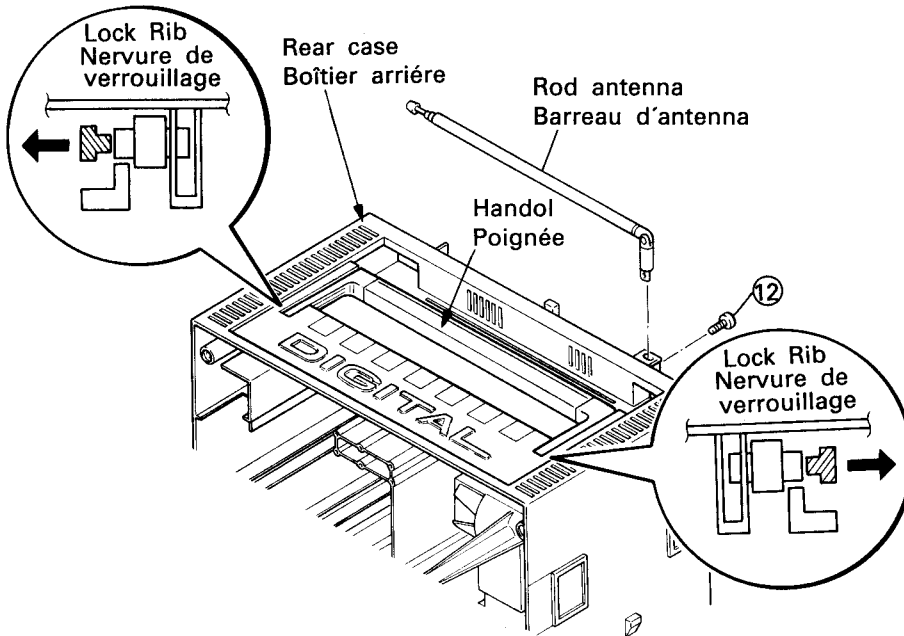

Fig. 7
Remove the screw ⑭ and pull out the rod antenna. (Fig. 7)
Push the lock ribs in the rear case outwards. Each end of the carrying handle can be removed by pulling it towards the rear. (Fig. 7)
Retirer la vis (12) et enlever le barreau d'antenne en le tirant. (Fig. 7)
Chaque extrémité de la poignées de transport peut être retirée en la tirant vers l'arrière. (Fig. 7)